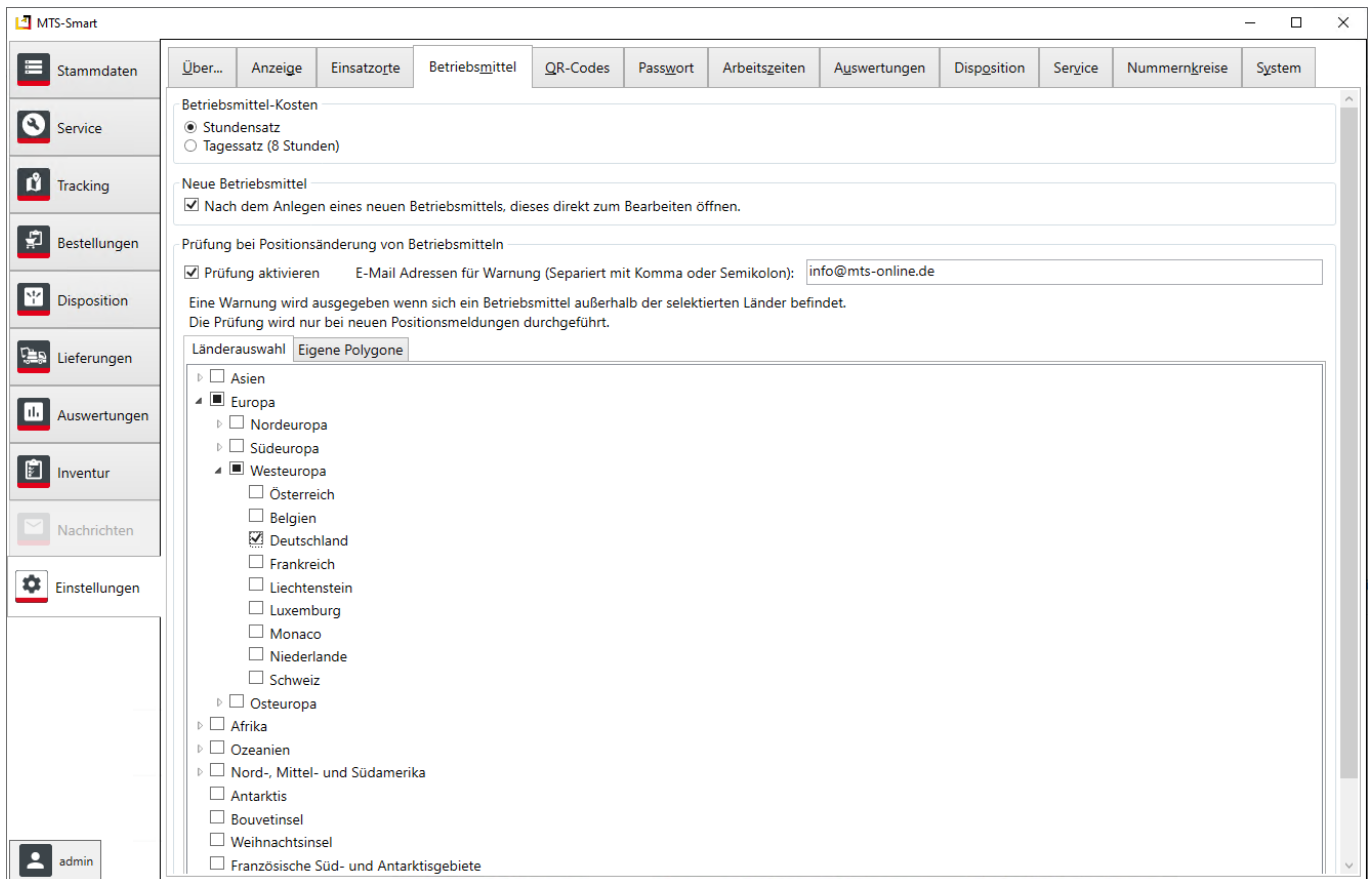

Abbildung 92: Das Untermenü Einstellungen Betriebsmittel – Länderauswahl für Geofences
1. Im Reiter **Länderauswahl** können Sie Länder als Referenzflächen einstellen, z.B. Deutschland, s. Abbildung 92.